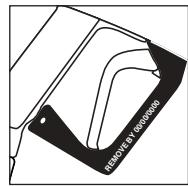

Figure 31
- OPW recommends all OPW dispensing equipment be removed by or before the service life date marking on this product. (See Figure 31)
**NOTE:** Due to abuse, misuse, changing gasoline formulas, variation in maintenance practices, environmental conditions and/or conditions beyond the manufacturer's control, dispensing equipment may need to be replaced before five (5) years. Care, attention and proper maintenance procedures should be used by the service station to examine and inspect dispensing equipment to determine if replacement is indicated before five (5) years.
- OPW recommande que l'équipement de distribution soit enlevé avant ou à la date indiquée sur le produit. (Voir Fig. 31)
**NOTE:** Due à l'abus, mauvais usage, changement de formulation d'essence, variation dans l'entretien, environnement, et/ou conditions en dehors du contrôle du manufacturier, l'équipement de distribution pourrait avoir besoin d'être remplacé à tous les cinq (5) ans. Soin, attention, et entretien, sont des procédures qui doivent être utilisées par les stations d'essence pour inspection de l'équipement afin de déterminer si le remplacement est indiqué avant cinq (5) ans.